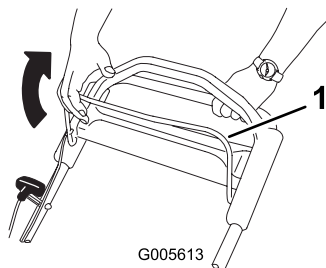

Bild 17
2. Halten Sie den Schaltbügel gegen den Handgriff gedrückt (Bild 17).